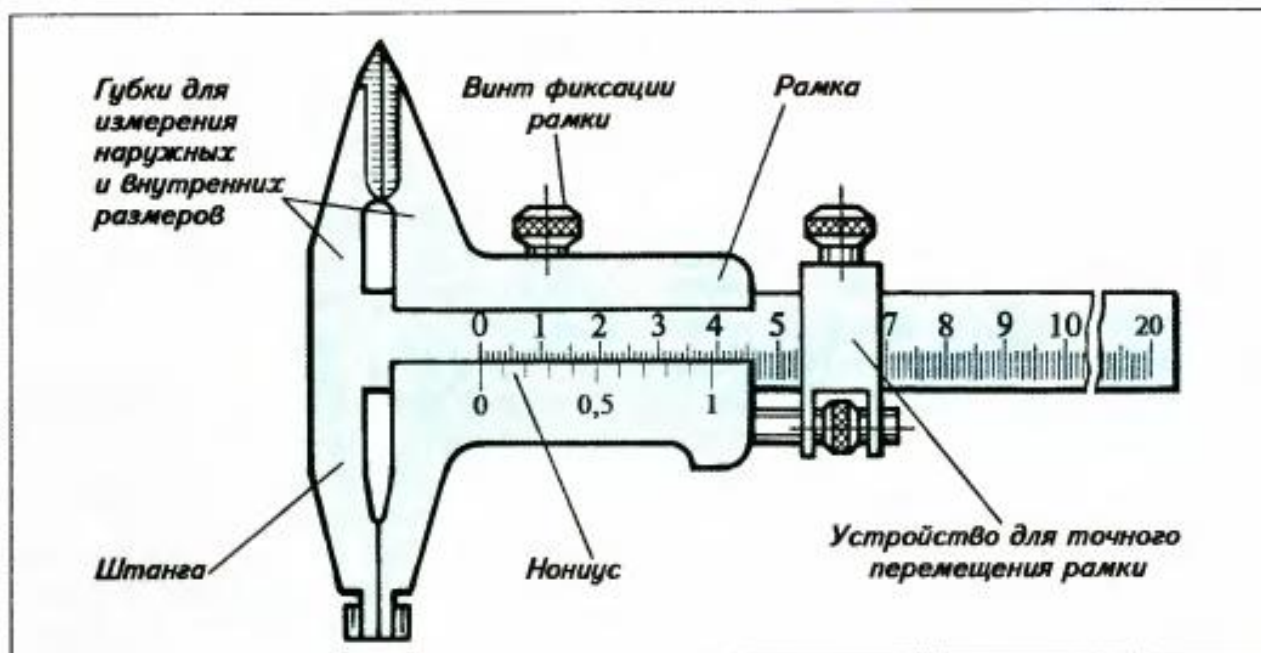

Рис. 33. Штангенциркуль ШЦ-II
**Штангенциркуль ШЦ-II** с двусторонним расположением губок для наружных и внутренних измерений и разметки снабжен устройством для точного перемещения рамки по штанге с помощью микрометрической пары. Измерение наружных размеров может выполняться как нижними, так и верхними губками. Для охватываемых размеров предназначены нижние губки. Пределы измерений – 0–160; 0–200; 0–250 мм. Величина отсчета 0,1 и 0,05 мм (рис. 33).